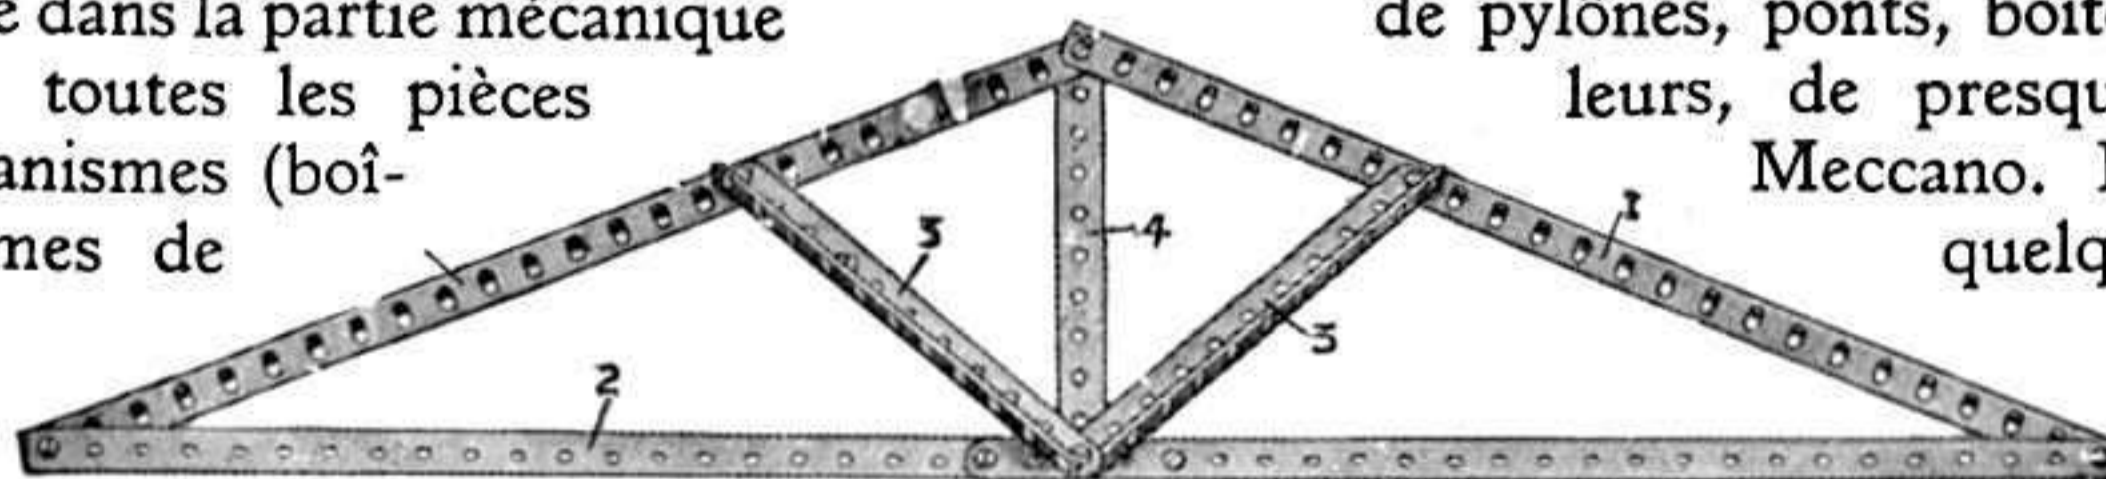

Fig. 2. — Disposition des pièces formant une ferme de toit.
La figure 2 est un modèle de simple ferme de toit. On voit que les côtés inclinés, exposés à des forces de compression, consistent en Cornières, tandis que la poutre horizontale 2, qui ne doit résister qu'à une tension, est constituée par deux Bandes de 32 cm. boulonnées l'une à l'autre et se recouvrant sur cinq trous. Pour plus de rigidité, on ajoute au triangle ainsi formé une pièce verticale nommée poinçon (4) et de deux poutrelles inclinées ou contrefiches (3). Ceux de nos lecteurs, qui ont la possibilité d'examiner la ferme d'un toit de ce type, remarqueront que les pièces correspondant aux Nos 1 et 3 de notre gravure ont une forme se rapprochant des Cornières Meccano, tandis que les pièces 2 et 4, sont soit plates comme les Bandes, soit rondes et fines comme les Tringles Meccano.